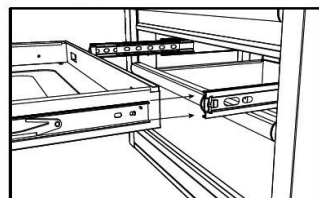

fig. 4
2. Maintenez la glissière du tiroir en l'alignant avec la glissière du coffre (fig. 4).